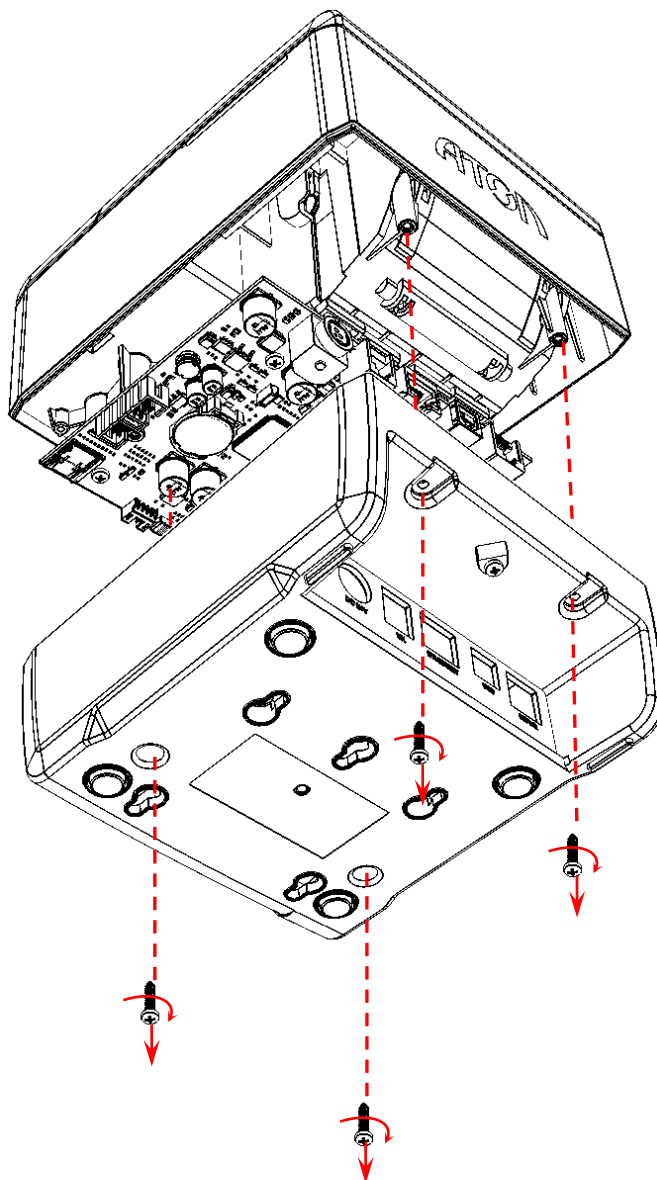

Рисунок 10. Отделение нижней части корпуса ККТ
2. Отделить нижнюю часть корпуса от верхней части (см. рисунок 10), предварительно открутив винты крепления.